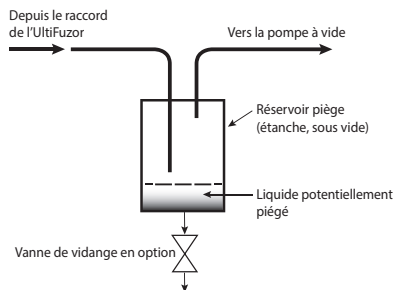

Figure 3 : Schéma d'une installation de piège à liquide
- 3.4 Afin d'éviter d'aspirer des vapeurs condensables ou de l'encre liquide (en cas d'un module UltiFuzor endommagé) dans la source de vide, on peut placer un piège entre le module et la pompe à vide (figure 3). Ce dispositif doit utiliser un piège standard muni d'un réservoir étanche, pouvant recueillir les liquides et être vidangé périodiquement, s'il y a lieu. Si la sécurité est un souci, ce piège peut être maintenu à basse température pour condenser tout solvant susceptible de s'évaporer de l'encre, à cause du vide appliqué.